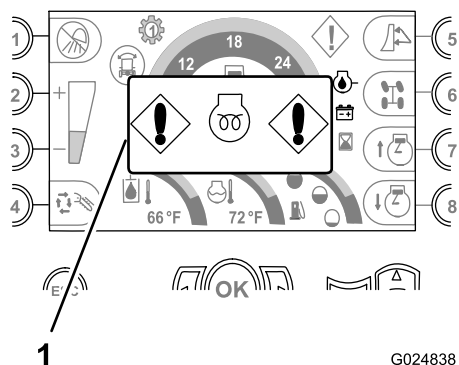

Figura 32
- **Indicatore di attesa prima dell'avviamento del motore:** questo indicatore appare quando l'interruttore di accensione è in posizione On e il riscaldamento dell'aria in ingresso del motore è eccitato (Figura 32).
Nota: Attendete fino a quando l'indicatore non scompare prima di tentare di avviare il motore (Figura 32).